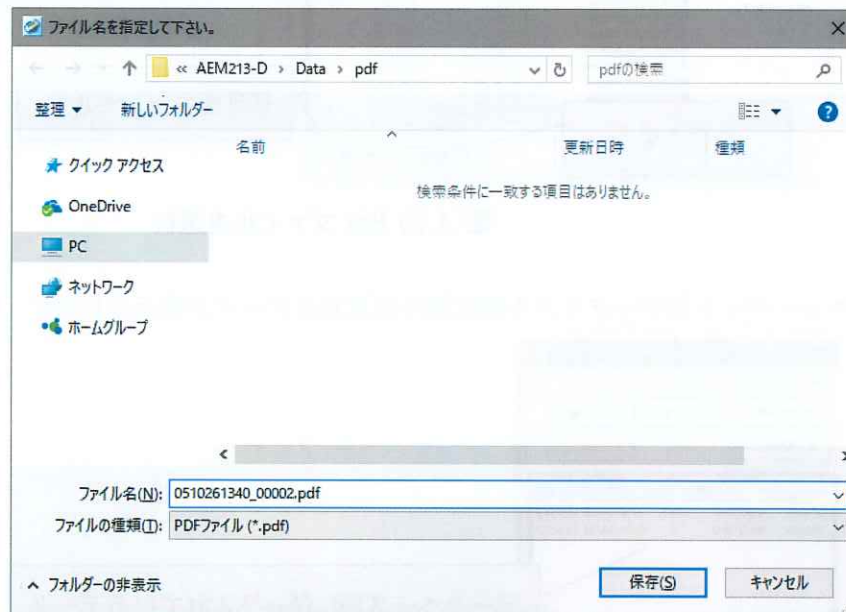

図 4.34 出力先を指定
- (2) 保存ダイアログで出力先とファイル名を指定してください。(図 4.34)